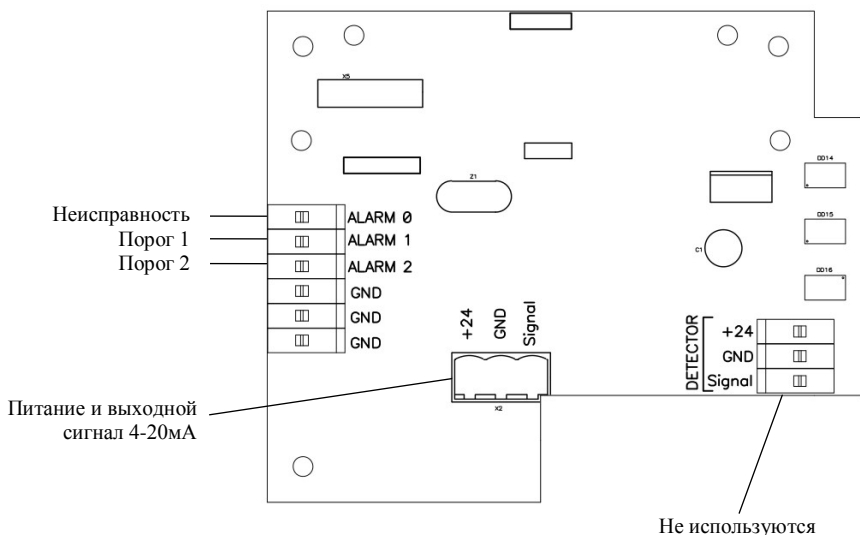

Рис.2 Чертеж основной печатной платы
2.3. ГС имеет три выходных управляющих сигнала: **Порог1**, **Порог2** и **Неисправность**. На основной печатной плате **Порог1** имеет маркировку ALARM1, **Порог2** – ALARM2, **Неисправность** – ALARM0 (см. рис.2). Нагрузка не более 100мА на каждом контакте.
- пропустить конец кабеля с зачищенными проводами через гермоввод и закрепить провода в клеммной колодке на основной печатной плате в строгом соответствии с маркировкой контактов, указанной на основной печатной плате (см. рис.2).